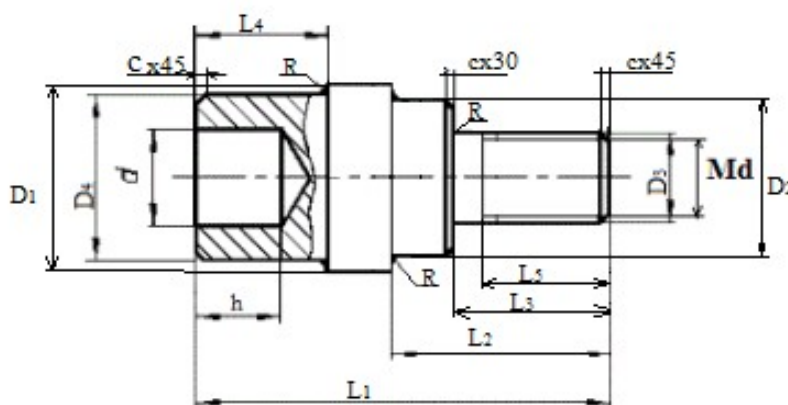

Рис.13 – Эскиз детали
2. Выполнить чертёж ступенчатого вала, предложенного преподавателем (рис. 13)